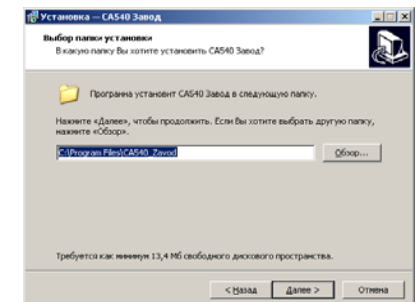

Рисунок 8.2
2) Определить место размещения ПО, для чего в окне (рисунок 8.2) следует либо согласиться с предлагаемой по умолчанию папкой C:\Program Files\CA540_Zavod, либо выбрать другой вариант, щелкнув по кнопке . Для продолжения установки программы щелкнуть по кнопке .